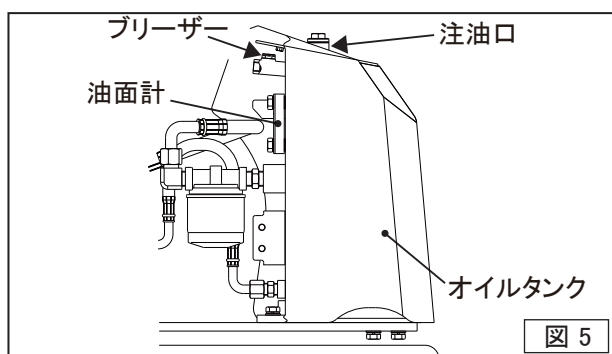

図 5
- オイルタンクの油面計を見て、作動油が規定量(ゲージの中間)入っているか確認してください。出荷時には出光ダフニスーパースーパーハイドロ46ST(16ℓ)が入っています。(図5)